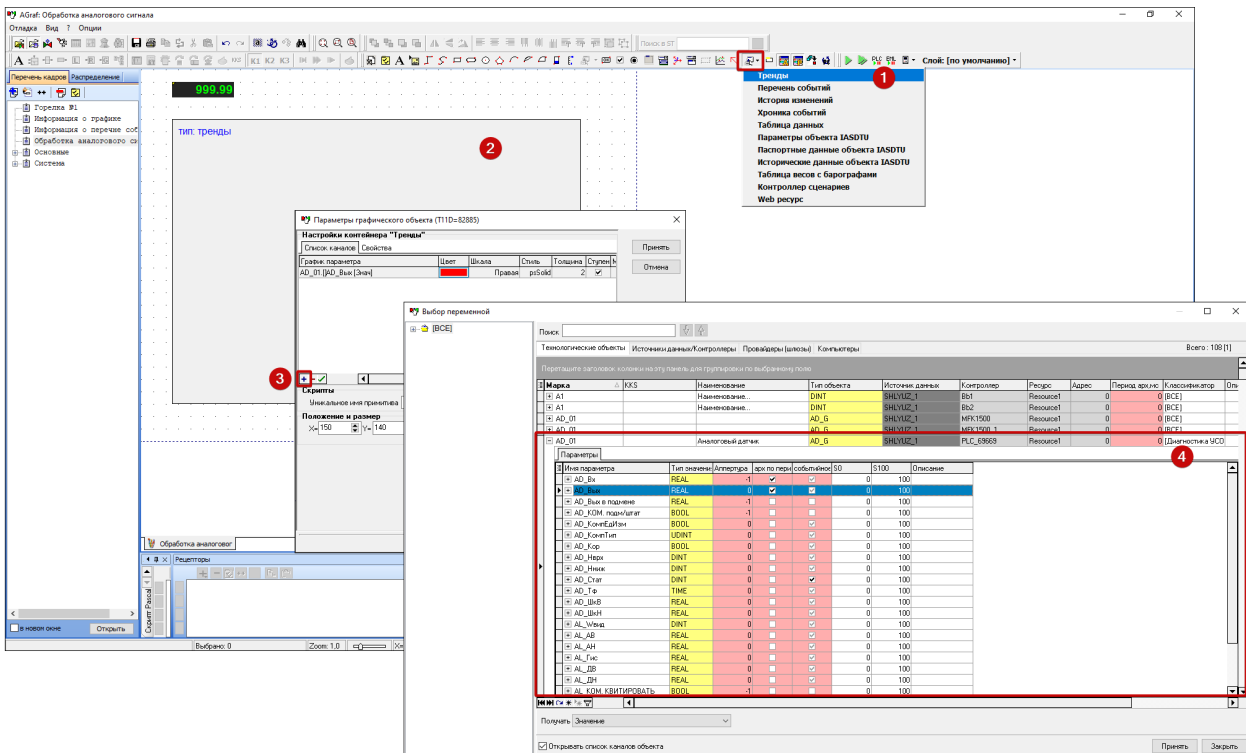

Рисунок 11.3. Добавление контейнера "Тренды"
- нажмите на панели инструментов кнопку "Добавить контейнер" и из выпадающего списка выберите тип контейнера "Тренды" (рис. 11.3 [1]);
- щелкните мышкой в то место кадра, где нужно разместить контейнер (рис. 11.3 [2]);
- c) в открывшемся окне "Параметры графического объекта" на вкладке "Список каналов" нажмите кнопку **+** (рис. 11.3 [3]);
- d) в открывшемся окне "Выбор переменной" выберите нужный параметр (рис. 11.3 [4]). На график можно вывести значение любой переменной объекта. В нашем случае выведем на график выходное значение аналогового датчика (AD_Vых);
- b) в дополнительном окне "Аниматоры" нажмите кнопку **+** и выберите нужный аниматор (рис. 11.3 [2]). В нашем случае - это "Цвет фона";
с) в открывшемся окне "Параметры Аниматора" настройте условия срабатывания аниматора (рис. 11.3 [3]).